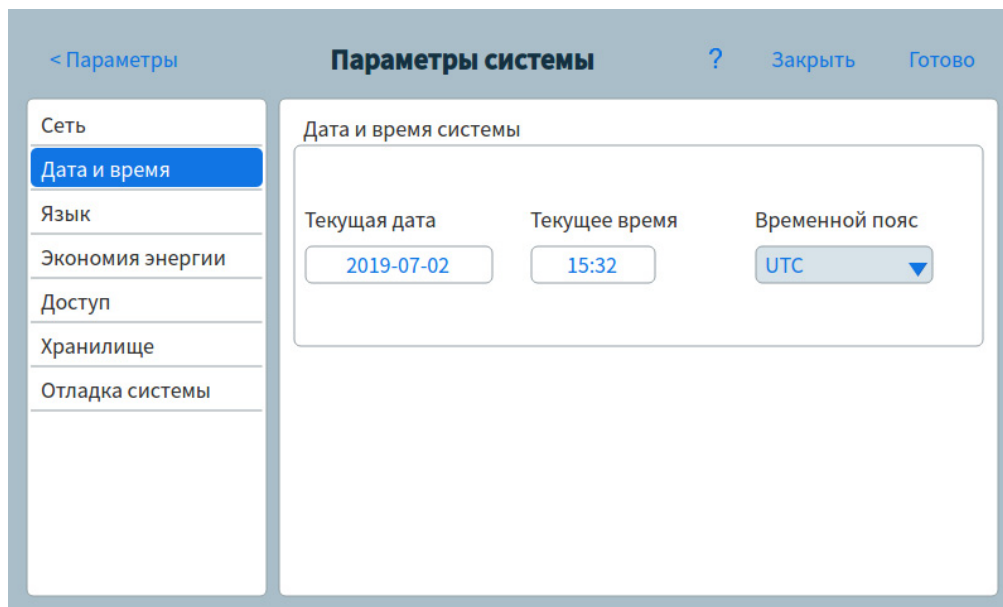

Рис. 45. Страница системных параметров
- 1 На странице системных параметров нажмите кнопку выбора страницы **Дата и время**. Появится страница даты и времени. См. **Рис. 45**.